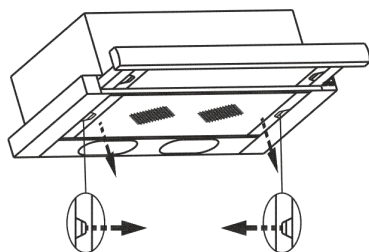

рис. 7
- снимите алюминиевый фильтр (рис. 7);
8.3 Для очистки алюминиевого фильтра извлеките его из вытяжки (рис. 7) и произведите его очистку с помощью щетки водным раствором нейтрального моющего средства вручную или в посудомоечной машине (при 60°C). Сильно загрязненный фильтр не следует мыть в посудомоечной машине. Старайтесь не сгибать фильтр при мойке.
- снимите алюминиевый фильтр, для этого нажмите на пружинный замок на фильтре и потяните его вниз и на себя (рис. 7);